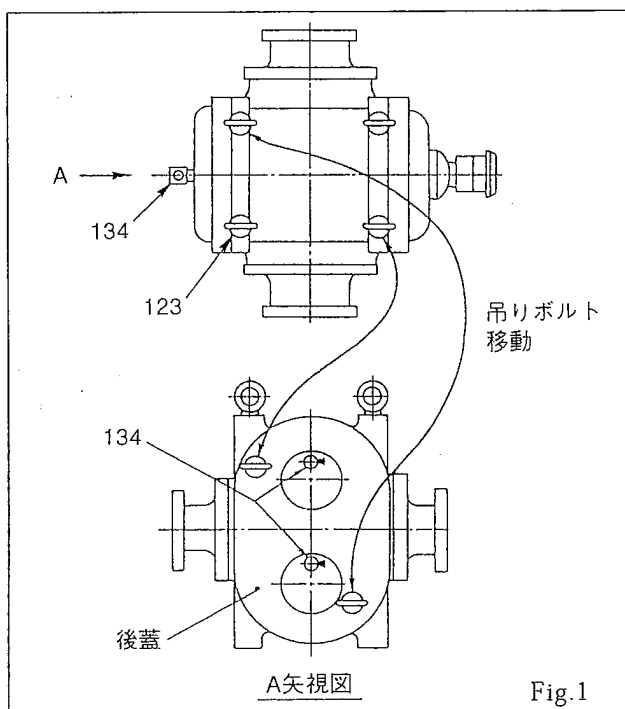

Fig.1
- (1) 後蓋側の空気抜弁 (134) 2ヶの保護のため出荷時、吊りボルト (123) 2本を後蓋に付けておきます。取付け取外しの際は、上部に吊りボルトを付け直してご使用ください。(Fig.1)